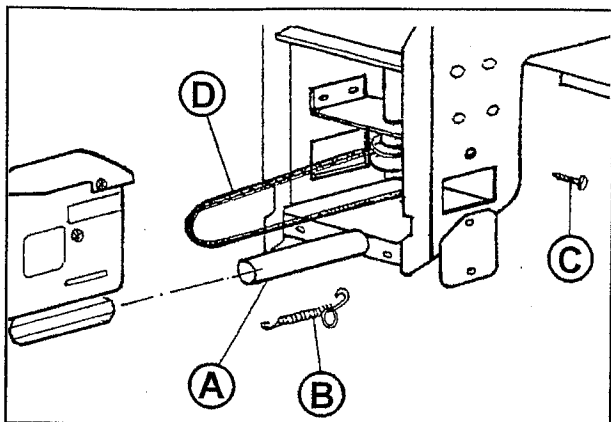

Fig. 1
FIG.1 - Innestare il perno d'attacco (A) come in figura ed inserire le 2 molle di ritorno (B); togliere le viti superiori (C) dei coperchi di protezione ed allentare quelle inferiori, in modo da far ricadere i coperchi come a disegno. Quindi montare la cinghia (D) sulle due puleggie e riavvitare i fianchetti nelle posizioni originali.
FIG.1 - Insert the joining pivot (A) as in the figure and put in the 2 return springs (B); remove the upper screws (C) of the protecting covers and loosen the lower ones, so as to the covers as in the figure. Then assemble the belt (D) on the 2 pulleys and screw again the protecting covers in the original positions.
FIG.1 - Monter le balai sur l'axe (A) selon la figure ci-jointe. Accrocher les deux ressorts de rappel (B). Enlever les vis supérieures (C) des couvercles de protection et desserrer les vis inférieures afin de faire retomber les couvercles selon le dessin. Monter la courroie (D) sur les deux poulies et refermer les couvercles en prenant soin de bien bloquer les vis (C).
BILD 1 - Mitgelieferten Keilriemen (D) in die Keilriemenscheibe von Antriebsmaschine positioniert einlegen. Tragzapfen (A) einfetten, in das Tragrohr der Grundmaschine einschieben und die 2 mitgelieferten Zugfedern (B) einhängen. Die sechskantblechschrauben (C) der seitlichen Abdeckbleche lösen, Keilriemen auf Riemenscheibe montieren. Anschließend Abdeckbleche montieren.